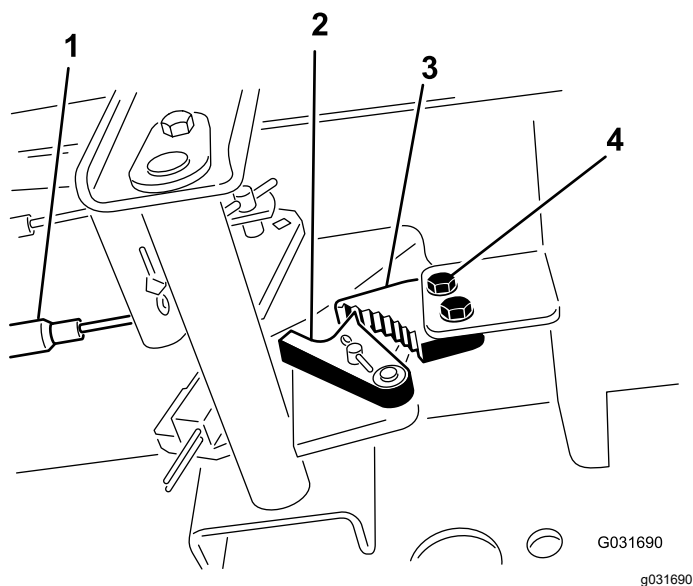

Рисунок 55
1. Ослабьте два винта крепления защелки стояночного тормоза к раме (Рисунок 55).
2. Нажимайте педаль тормоза вперед, пока углубление тормоза не войдет полностью в зацепление с защелкой тормоза (Рисунок 55).